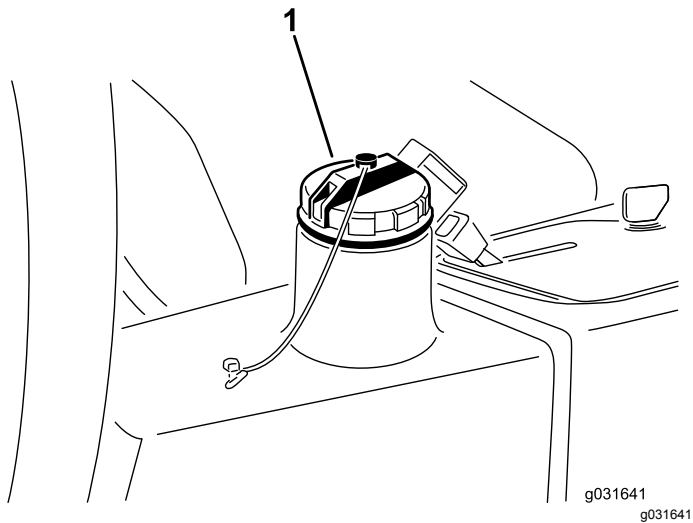

图 67
4. 向液压油箱图 67 注入约 13.2L 液压油请参阅 液压油规格 (页码 42) 和 检查液压油油位 (页码 42)。